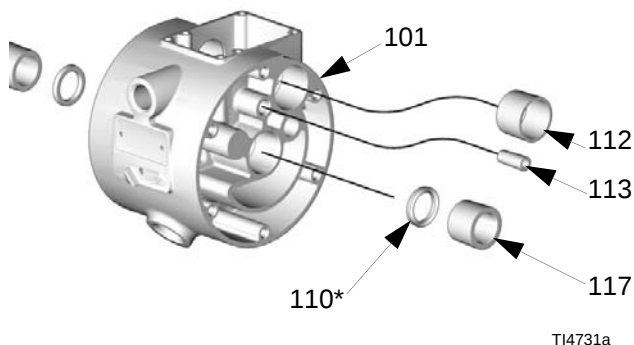

FIG. 24
8. Inspeccione el eje del diafragma (121) en busca de desgaste o daños. Si está dañado, inspeccione los cojinetes (117) sin extraerlos. Si los cojinetes están dañados, consulte **Retiro del cojinete y junta de aire** en la página 28.
9. Introduzca un extractor de juntas tóricas en la carcasa central (101), extraiga las copas en U (110) y sáquelas de la carcasa. Esto puede hacerse sin retirar los cojinetes (117). Consulte la sección FIG. 24 en la página 28.
1. Instale las empaquetaduras de copa en U del eje (110*) de forma que los labios queden orientados hacia **afuera** de la carcasa (101). Lubrique las empaquetaduras. Consulte la FIG. 24, página 28.
2. Aplique Loctite® de resistencia alta (rojo) o equivalente para fijar el perno (446a) al diafragma (446) si es necesario. Monte la placa de aire lateral (445) en el diafragma (446). El lado ancho, redondeado de la placa debe mirar hacia el diafragma. Aplique Loctite® de resistencia media (azul) o equivalente a las roscas del conjunto de diafragma. Atornille el conjunto en el eje (121) apretado con la mano.
3. Engrase el largo y los extremos del eje del diafragma (121). Inserte el eje/conjunto de diafragma en un lado de la bomba.
8. Si retiró los cojinetes del eje del diafragma (117), acceda a la carcasa central (101) con un extractor de juntas tóricas y enganche las empaquetaduras de copa en U (110), luego extráigalas de la carcasa. Inspeccione las copas en U. Consulte la FIG. 24. Reemplace las piezas según sea necesario.